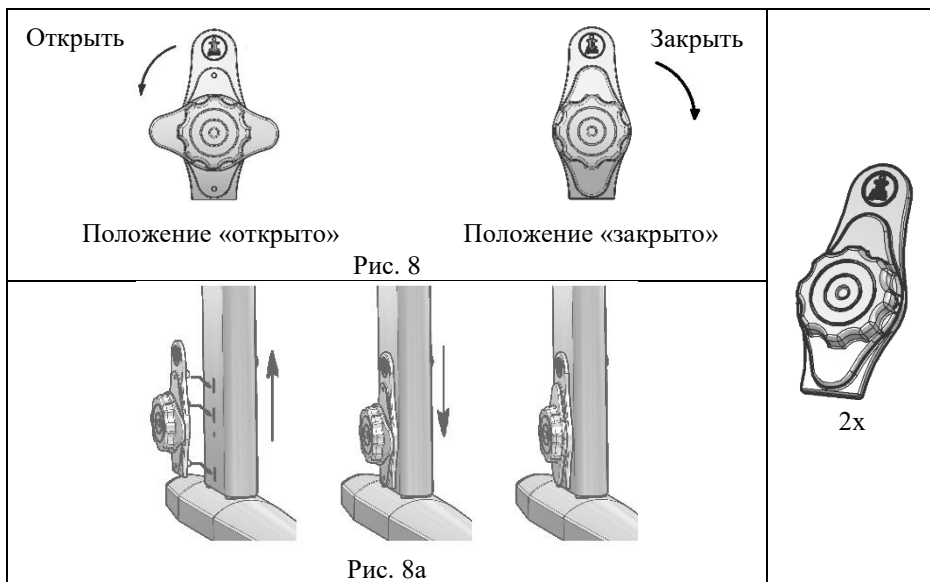

Рис. 8
- повернуть корпус фиксатора на замке стойки (поз.1, пакет №4) против часовой стрелки в положение «открыто» (см. рис. 8);
- приподнять кожух стойки, совместив пазы в кожухе и стойке, вставить замок стойки в совмещенные пазы стойки с кожухом (см. рис. 8а);
- опустить кожух вниз до упора и повернуть корпус фиксатора по часовой стрелке в положение «закрыто», (см. рис. 8).
Рис. 8а